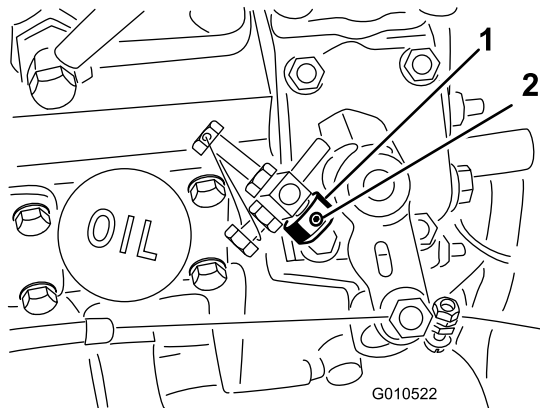

Bild 5
1. Lösen Sie die Stellschraube am Gasbedienungsanschlag. (Bild 5).
2. Schieben Sie den Gasbedienungsanschlag auf die hohe Leerlauf-Anschlagschraube (Bild 5). Das abgeschrägte Ende des Gasbedienungsanschlags muss nach außen zeigen.